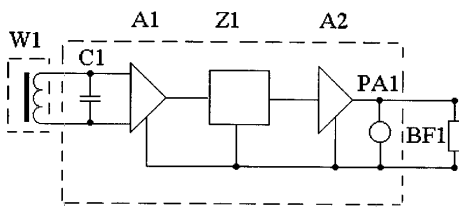
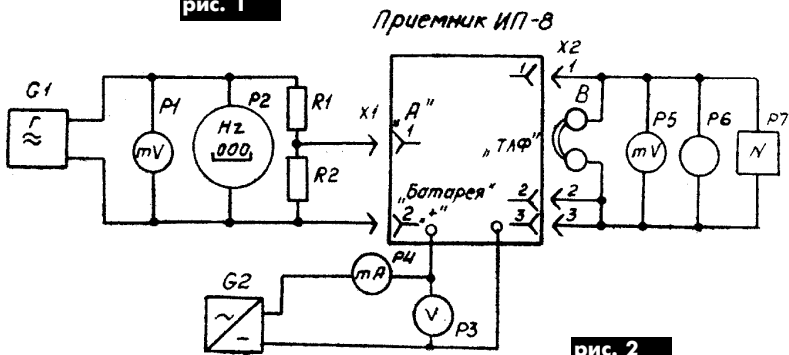

рис. 1
рис. 2
Согласно паспорта завода-изготовителя на приемник (RX) искателя поврежденных кабеля ИП-8 (структурная схема приведена на **рис.1**), настройку, необходимые регулировки и проверку выполняют по схеме проверок основных характеристик RX ИП-8, показанной на **рис.2**. На схеме: R1 - резистор МЛТ-0,5-510 кОм; R2 - резистор МЛТ-0,5-51 Ом; G1 - генератор звуковых частот ГЗ-102; G2 - источник постоянного тока Б5-29; P1, P5 - милливольтметр ВЗ-38; P2 - частотомер ЧЗ-57; P3 - вольтамперметр М2038; P4 - миллиамперметр Э524; P6 - измеритель нелинейных искажений С6-7; P7 - осциллограф С1-76; В - головные телефоны.